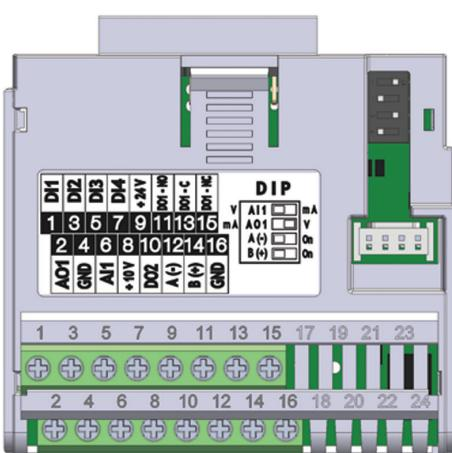

Figura 17.1: Módulo plug-in CFW500-IOS
O módulo plug-in CFW500-IOS possui somente a interface Serial (1) através da porta RS485 nos bornes 12(A-) e 14(B+), veja a Figura 17.1 na página 17-1.